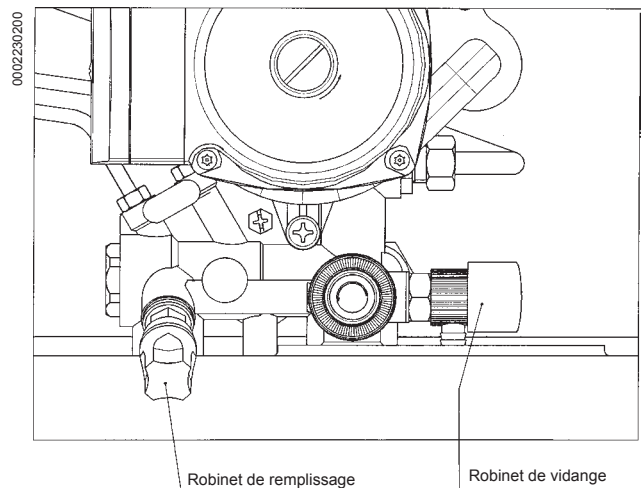

Figure 3a
Important: Vérifiez périodiquement que la pression lue sur le manomètre (14) lorsque l'installation est froide soit de 0,5 - 1 bar. En cas de surpression, manoeuvrez le robinet de vidange de la chaudière. Si la pression est inférieure, manoeuvrez le robinet de remplissage de la chaudière (figure 3a ou 3b).